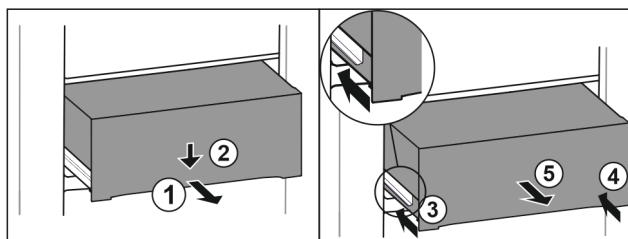

Fig. 216
- Estrarre il cassetto a metà. Fig. 216 (1)
- Premere il cassetto sul lato anteriore verso il basso. Fig. 216 (2)
- Spingere la guida sinistra di circa 2 cm verso l'interno. Fig. 216 (3)
- Spingere la guida destra di circa 2 cm verso l'interno. Fig. 216 (4)
- Rimuovere il cassetto tirandolo in avanti. Fig. 216 (5)